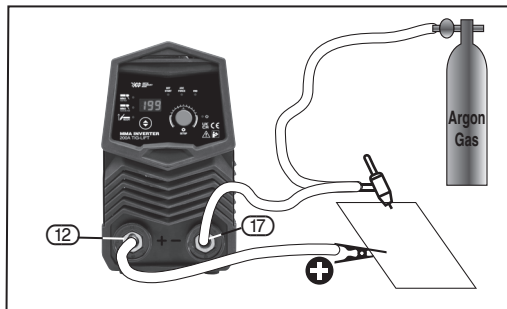

FIG. 1
7.3 TIG (TUNGSTEN INERT GAS) – FIG. 1